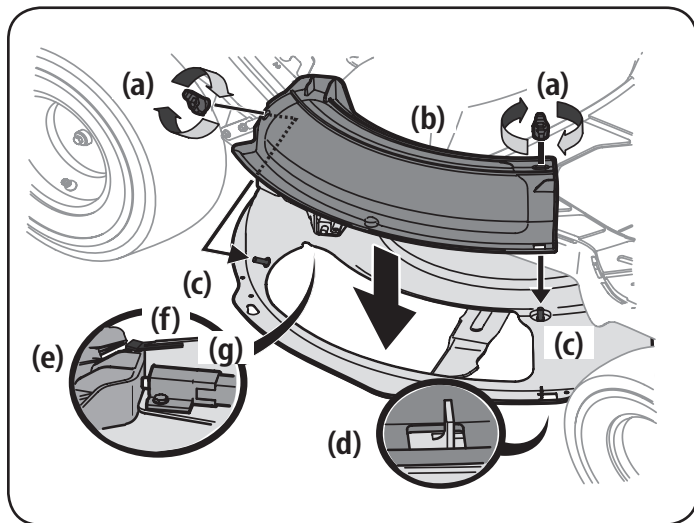

Figura 9
1. Extraiga las perillas de aleta (a) que instaló en la plataforma de corte y consérvelas para colocarlas posteriormente. Consulte la Figura 9.
2. Coloque el adaptador para abono (b) en la abertura de descarga de la plataforma. La parte trasera del adaptador para abono de la plataforma (b) debe estar debajo de la lengüeta (f) del soporte trasero de la plataforma (g). Los pernos prisioneros (c) de la superficie de la plataforma calzarán a través de los orificios de la parte superior del adaptador para abono (b). La pequeña lengüeta (d) del borde de la plataforma calzará a través del recorte cuadrado de la parte inferior del adaptador para abono (b). Consulte la Figura 9.